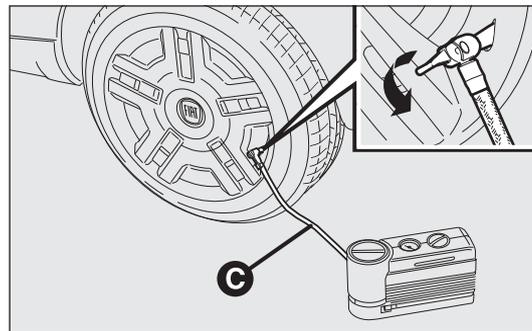

Abb. 170
- Den Ventildeckel des Reifens abschrauben, die schwarze Leitung herausziehen B in Abb. 170 und den Ring auf dem Reifenventil eindrehen.